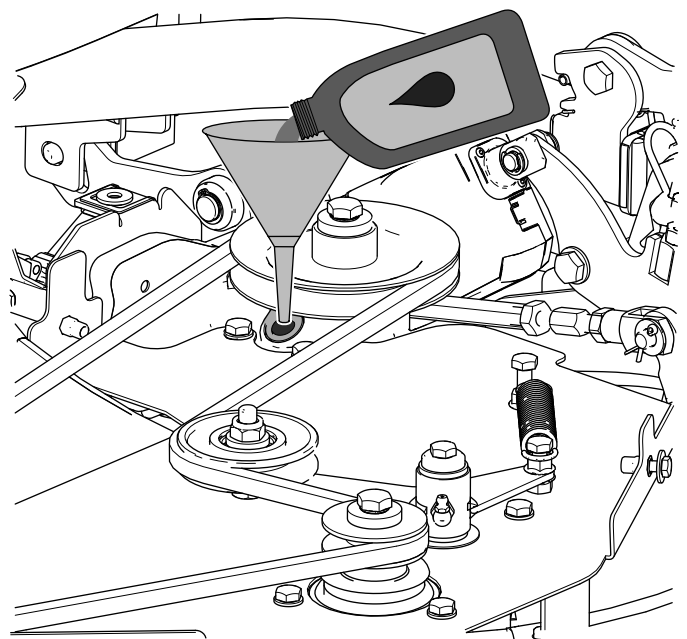

Figura 97
2. Con un embudo, añada el aceite especificado a la caja de engranajes por el orificio del tapón (Figura 97).